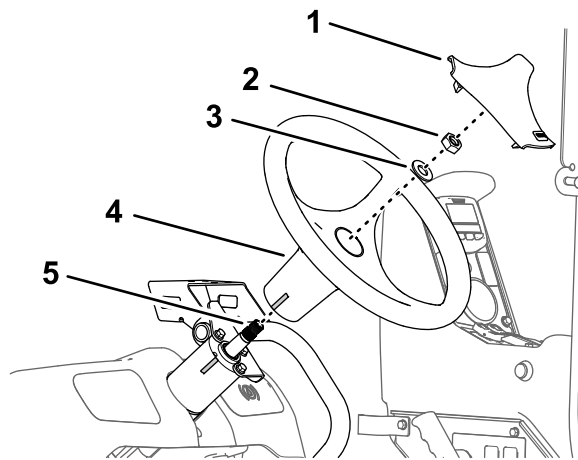

Figura 162
1. Alinhe a marca da fita no volante com a marca na caixa da válvula da direção (**Figura 162**).
2. Monte o volante no eixo da válvula da direção (**Figura 162**) com a anilha (5/8 pol.) e porca (5/8 pol.) que retirou no passo 3 de **Remoção do volante** (página 76).